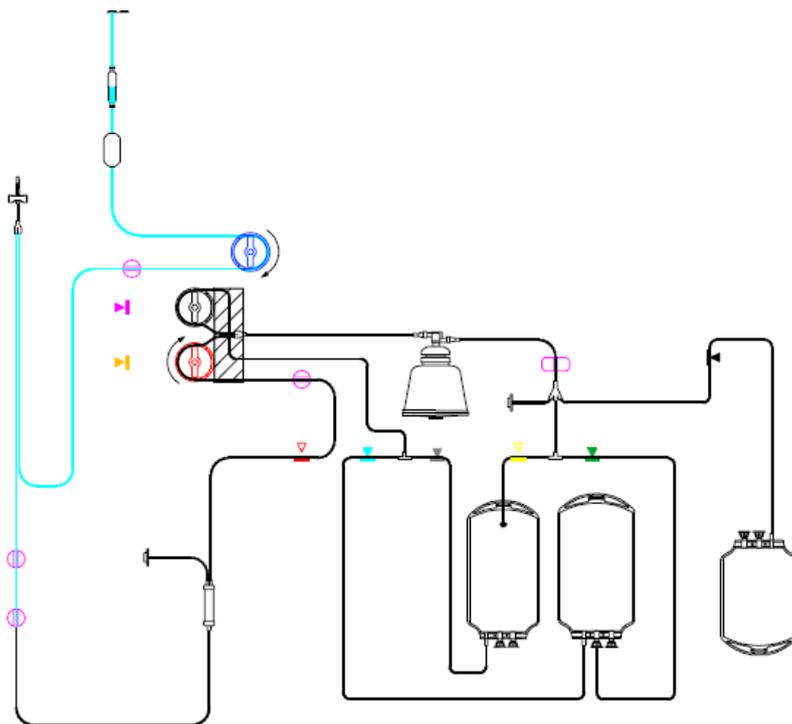

Рис.3
32. Проверить установку сета см. Рис. 3